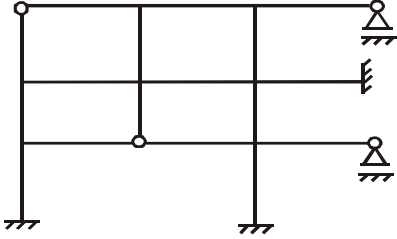

Рис. 19
15. Определить степень статической и степень кинематической неопределенности рамы (рис. 19). Сколько основных систем метода перемещений можно составить для данной рамы.